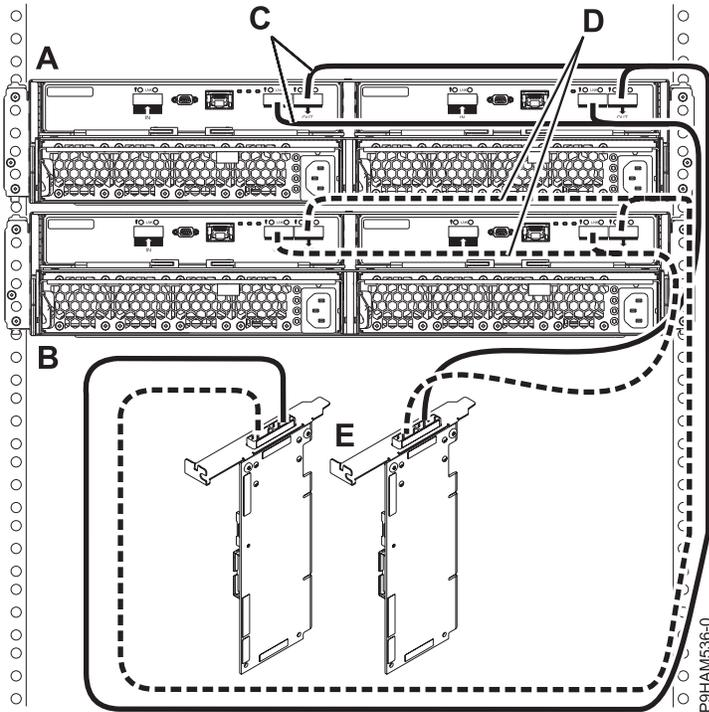

Abbildung 26. Modus 1-Anschluss von zwei Plattenlaufwerkgehäusen des Typs 5887 mit YO-Kabeln an ein SAS-Adapterpaar
- Schließen Sie zwei Gehäuse im Modus 1 (**A und B**) mit YO-Kabeln (**C und D**) an ein SAS-Adapterpaar (**E**) an, wie in Abb. 26 auf Seite 25 dargestellt, und fahren Sie anschließend mit „Kabel und Netzkabel anschließen und Abdeckungen installieren“ auf Seite 29 fort.